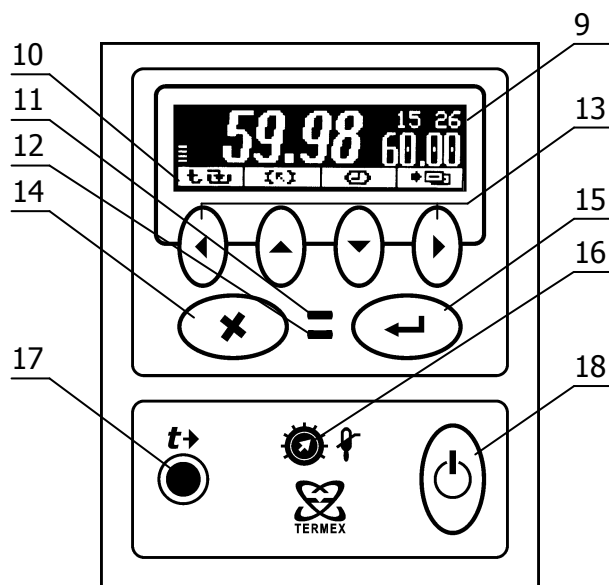

Рисунок 2 — Лицевая панель
Система безопасности термостата отключает двигатель насоса и нагреватель при срабатывании хотя бы одной из защит или неисправности управляющего датчика (1.2.17). При срабатывании системы безопасности раздается звуковой сигнал, загорается индикатор 11 (рисунок 2) и на дисплей 9 выводится информация о причине неисправности.
2.3.1 После подключения сетевого кабеля к электрической сети термостат переходит в режим ожидания. Подключение сопровождается кратковременной подсветкой дисплея 9 (рисунок 2).
2.5.6 Для выбора уставки в качестве текущей кнопками (\blacktriangle) и (\blacktriangledown) подвести к ней указатель. Значение отмеченной указателем уставки дублируется крупными цифрами в правой части дисплея. Для подтверждения выбора отмеченной уставки нажать кнопку 15 (\leftarrow). Для отмены выбора нажать кнопку 14 (\times) (рисунок 2).
2.5.7 Для изменения численного значения отмеченной указателем уставки нажать кнопку (\blacktriangleright). На рамке, обрамляющей значение уставки в правой части дисплея, появятся "засечки", указывающие на изменяемую позицию в численном значении. Цифра в отмеченной позиции мигает. Нажатиями кнопок (\blacktriangle) и (\blacktriangledown) установить требуемую цифру в отмеченной позиции. Если удерживать кнопку нажатой, значение уставки будет изменяться непрерывно. Нажатиями кнопок (\blacktriangleleft) и (\blacktriangleright) переместить отметку изменяемой позиции. Дискретность изменения значения уставки зависит от положения изменяемой позиции: если отмечена позиция десятков, то при единичном нажатии кнопки (\blacktriangle) или (\blacktriangledown) значение уставки изменится на 10°C . Если отмечена позиция десятых долей, то значение уставки изменится на 0.1°C соответственно. Закончить ввод нового значения уставки нажатием кнопки 15 (\leftarrow). Для возврата к значению уставки до ее изменения нажать кнопку 14 (\times) (рисунок 2).
2.6.3 При срабатывании защиты раздается звуковой сигнал и загорается красный индикатор срабатывания системы безопасности 11 (рисунок 2). Работа насоса и нагревателя будет заблокирована. На дисплее отобразится текущее состояние системы защит.